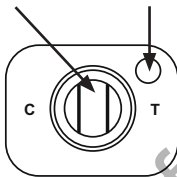

Fig. 1a. Positiv
1. Wählen Sie eine *Testkarte* pro Probe und eine Testkarte für die zusätzliche externe positive oder negative Kontrolle (optional). Bringen Sie die Folienbeutel mit den Testkarten vor dem Öffnen auf Raumtemperatur. Beschriften Sie jede Karte ordnungsgemäß und legen Sie diese so auf eine flache Oberfläche, dass sich der Buchstabe „C“ links auf der Karte, der Buchstabe „T“ rechts und die kleine *Probenvertiefung* in der rechten oberen Ecke der Karte befinden (Abb. 1a).
Le test TOX A/B QUIK CHEK® utilise des anticorps spécifiques aux toxines A et B du *C. difficile*. Le dispositif comporte une *Fenêtre de réaction* avec deux lignes verticales d'anticorps immobilisés (Fig. 1a). La ligne de test ("T") comporte des anticorps contre les toxines A et B du *C. difficile*. La ligne de contrôle ("C"), comporte des anticorps anti-IgG. Le *Conjugué* est composé d'anticorps contre les toxines A et B conjugués à la peroxydase de raifort. Pour réaliser le test, l'échantillon est ajouté à un tube contenant un mélange de *Diluant* et de *Conjugué*. Le mélange conjugué-échantillon dilué est placé dans la *Coupelle de test* et le dispositif subit une période d'incubation de 15 minutes à température ambiante. Pendant l'incubation, les toxines A et B de l'échantillon sont mélangées avec le conjugué anticorps-peroxydase antitoxine. Les complexes anticorps-toxines migrent à travers une rondelle filtrante vers une membrane où ils sont capturés par les anticorps antitoxines immobilisés sur la ligne. La *Fenêtre de réaction* est ensuite nettoyée à l'aide du *Tampon de lavage* puis le test est exécuté avec l'adjonction d'un *Substrat*. Au bout de 10 minutes d'incubation, on observe visuellement la réaction "T" et l'apparition d'une ligne bleue verticale du côté "T" de la *Fenêtre de réaction*. Une ligne bleue révèle un test positif. Une réaction positive "C", indiquée par une ligne bleue verticale du côté du "C" de la *Fenêtre de réaction*, confirme que le test fonctionne correctement et que les résultats sont valides.